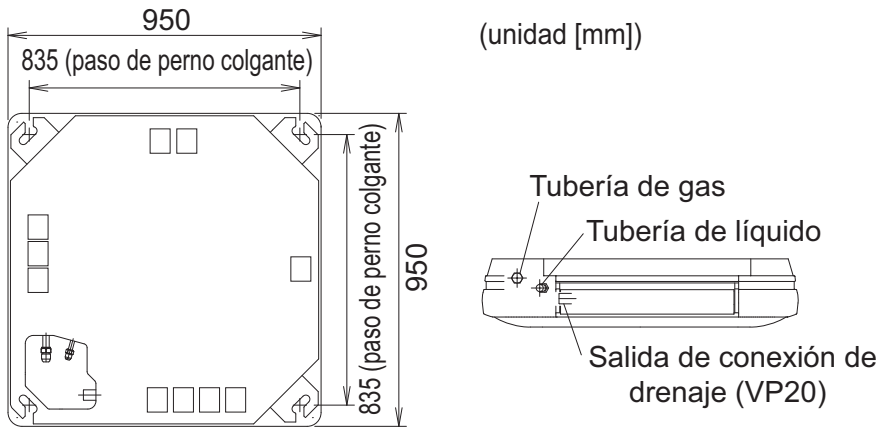
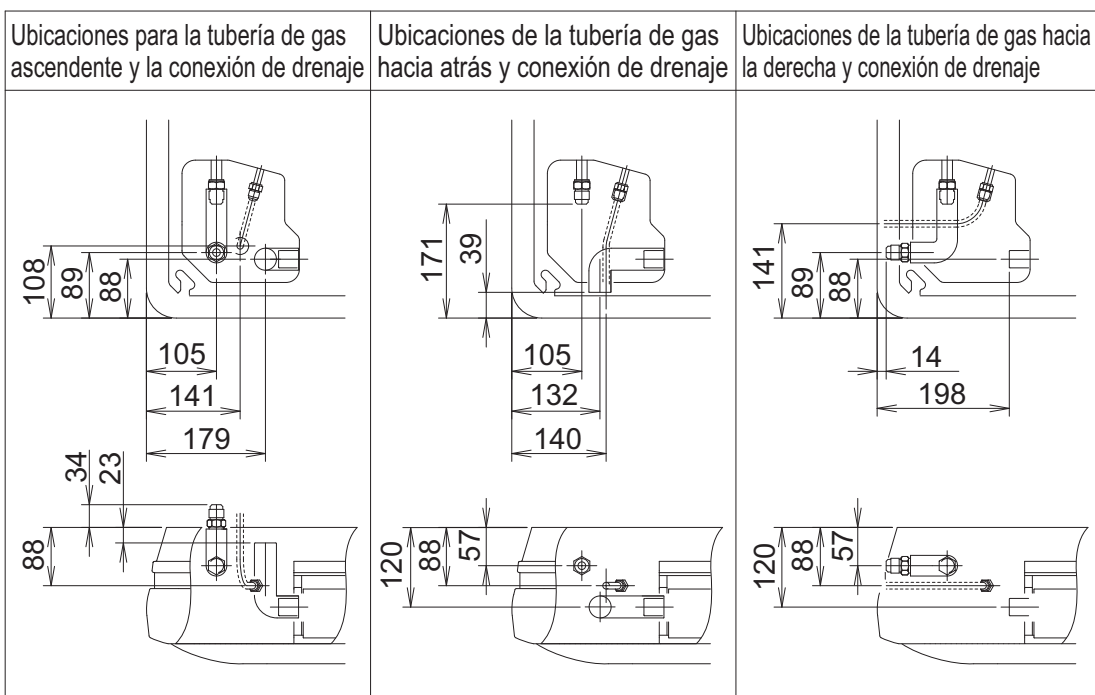

Fig. 5
Fig. 6
- (1) Compruebe las ubicaciones de los pernos de suspensión, los orificios de salida de las tuberías, el orificio de salida de la tubería de drenaje y el orificio de entrada del cableado eléctrico de la unidad interior. (El diagrama muestra la vista desde el techo.) (Consulte la Fig. 5 y la Fig. 6)